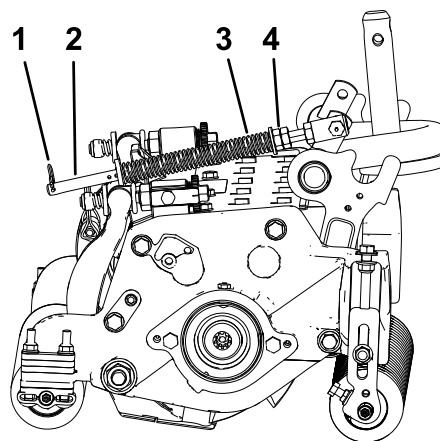

Figure 13
1. Vérifiez que la goupille fendue est insérée dans le trou de la tige de ressort (Figure 13).
2. Serrez les écrous hexagonaux à l'extrémité avant de la tige de ressort jusqu'à ce que la longueur du ressort comprimé soit égale à 15,9 cm (Figure 13).